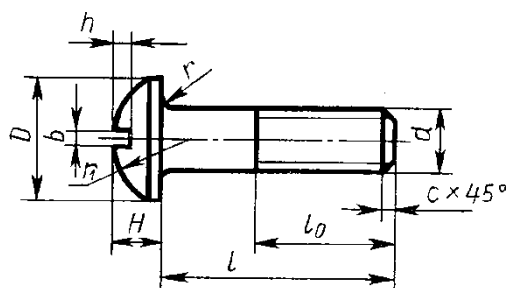

Рисунок 3
1. с полукруглой головкой, ГОСТ 17473 - 80 (рисунок 3);